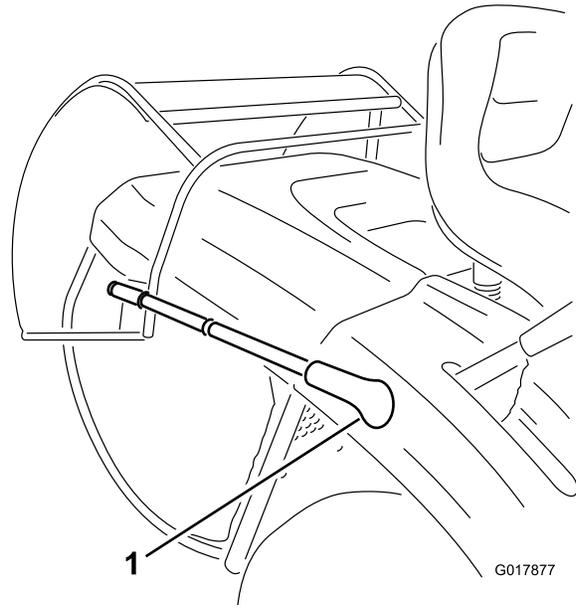
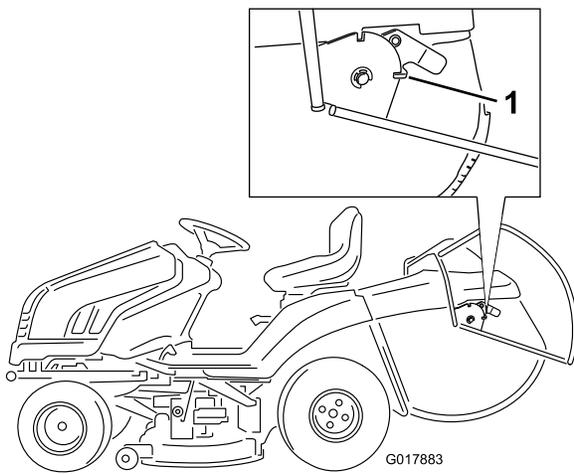

Bild 18
Bild 19
3. Ziehen Sie den Kipparm des Heckfangsystems nach vorne und kippen Sie das Heckfangsystem (Bild 18), bis der Sperrriegel einrastet und das Heckfangsystem in der offenen Stellung arretiert (Bild 19).